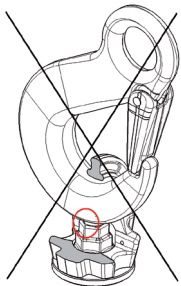

Bild 3
- Bulten ska inte överstiga mutterns höjd. Anslutet lyftredskap (t.ex. krok) ska vara flexibelt i ringen (se bild 3).